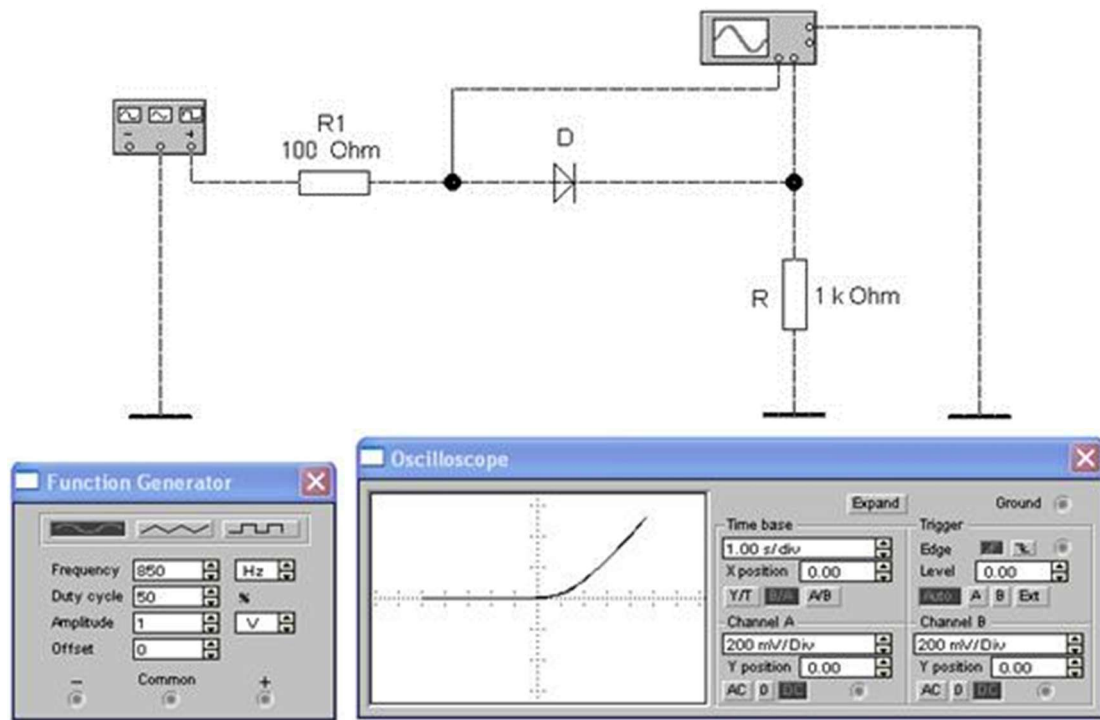

Рис.1.3. Схема для исследования ВАХ диода на осциллографе
9. Собрать схему (рис.1.3) и включить.